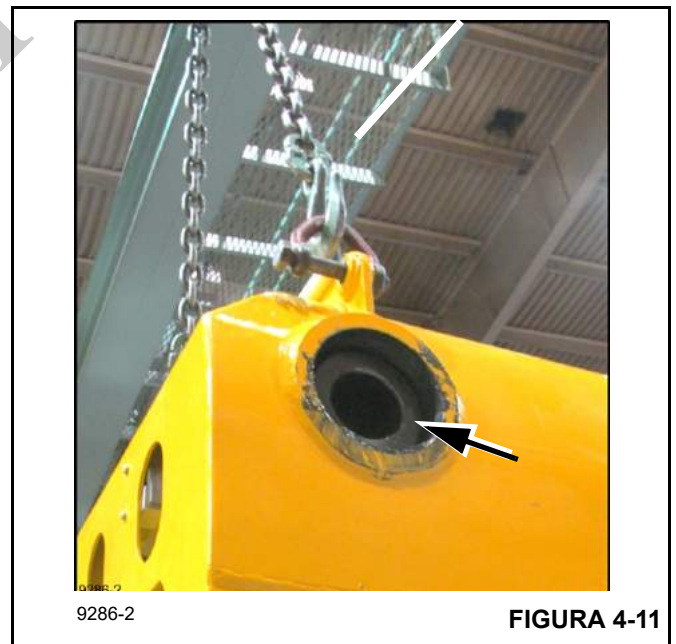

FIGURA 4-11
2. Asegúrese de empujar los pasadores completamente hacia adentro (Figura 4-11) para que no se enganchen en la plataforma de giro durante la operación de bajada.